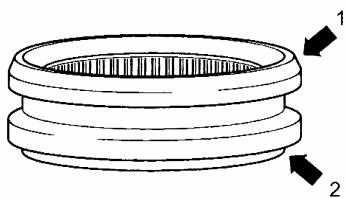

图 12-81 同步器齿套安装位置
(12) 同步器齿套安装时, 倾斜面(图 12-81 中箭头 1)朝向第 4 挡, 阶梯形的侧面(图 12-81 中箭头 2)朝向第 3 挡。